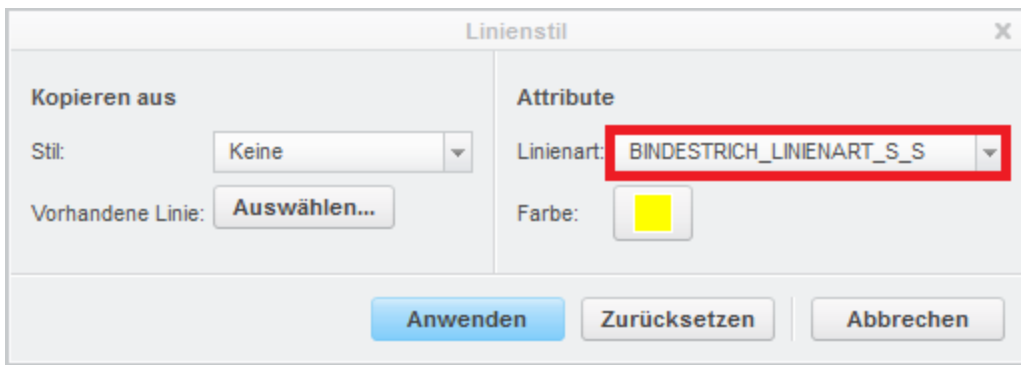

Abb. 11 Konfiguration des Linienstils
- ▶ Linie auswählen ▶ RMT ▶ Eigenschaften... (Abb. 11) ▶ Anwenden